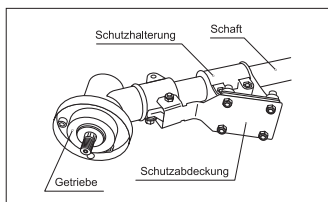

fig. 3
3. Bringen Sie die Schutzabdeckung an der Stange an, bringen Sie sie zwischen die Halterung und die Montageplatte und befestigen Sie sie mit vier Schrauben (Abb. 3).